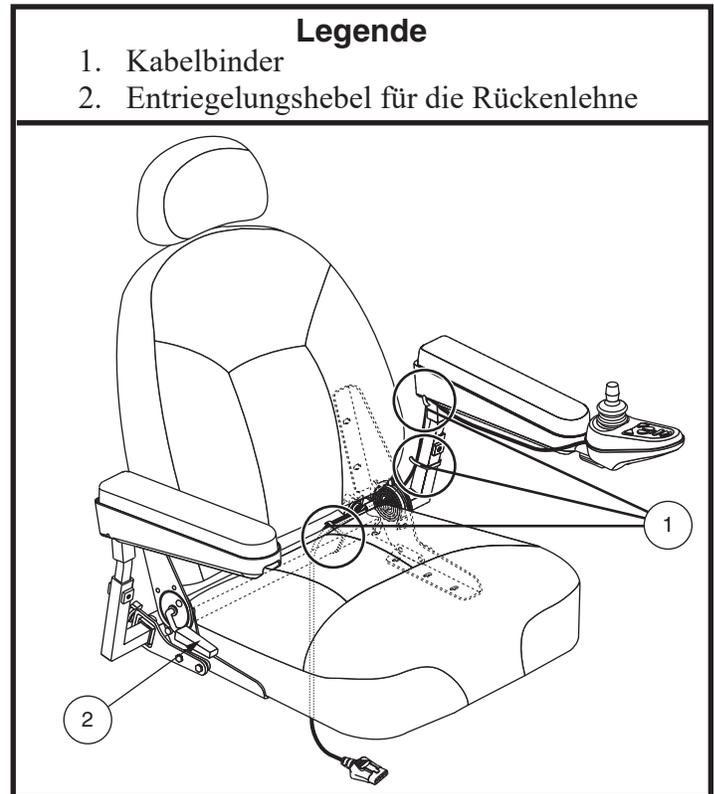

Bild 12. Jazzy Select 6 mit Routing der elektrischen Sitzsteuerung
5. Heben Sie die Armlehne gerade an, verlegen Sie den Kabelbaum des Controllers und sichern Sie ihn mit Kabelbindern, wie in **Bild 12** gezeigt.
Falls Ihr Elektrorollstuhl mit einem Liegesitz ausgestattet ist, können Sie den Rücklehnenwinkel mit dem Lösehebel der Rücklehnen einstellen. **Siehe Bild 12.**